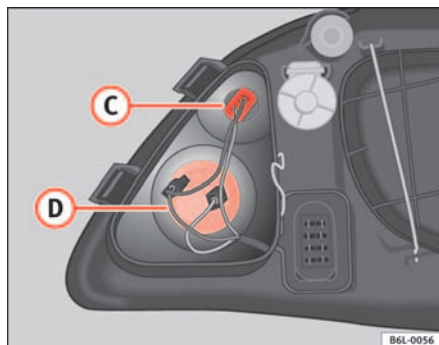

Fig. 147 Luz de población
- Tire de los cables para liberar el portalámparas de su alojamiento **C** ⇒ fig. 147.